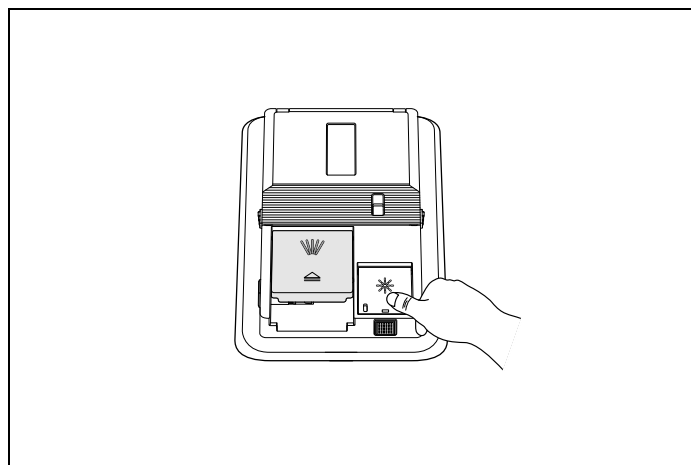

Fig. 73
- 3) Fermez le bouchon jusqu'à ce qu'il s'encliquète Fig. 73 .